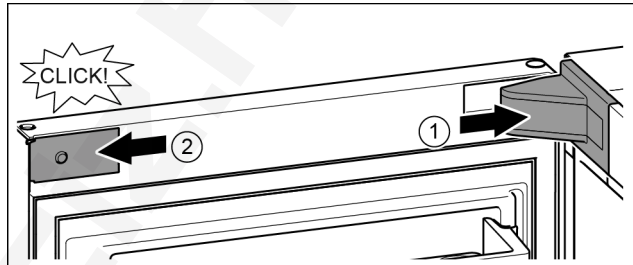

Fig. 18
- Helyezze fel és pattintsa be a csapágybak fedelét, szükség esetén óvatosan nyomja szét. Fig. 18 (1)
- Helyezze fel oldalra a lemezt, és pattintsa be. Fig. 18 (2)